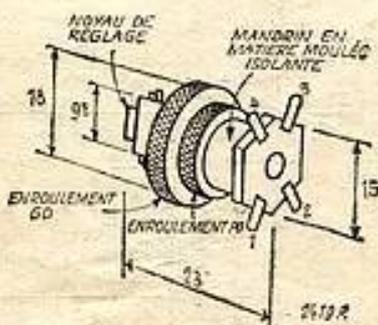

FIG. 4. — Caractéristiques et cotes en mm, des blocs T 60 et T 60 N. Ces deux blocs ont un aspect identique et leurs dimensions sont les mêmes.
1 bloc bobinage haute-fréquence type T 60 (fig. 4 et 5).
- 1 bloc bobinage haute fréquence, type T 60 N (spécial pour montage « reflex », fig. 4 et 6).